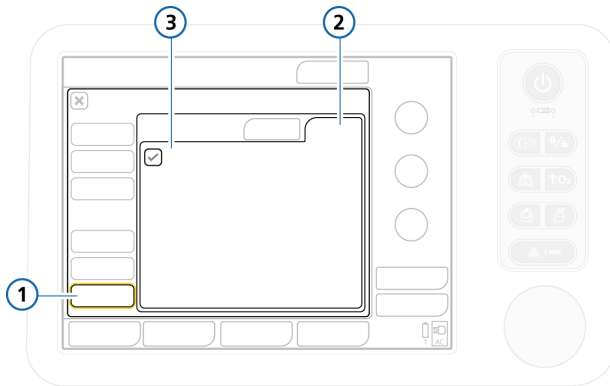

图 I-19. 硬件选项
2. 在 Options 窗口中，触摸 **HW options** 选项卡。请参阅图 I-19。